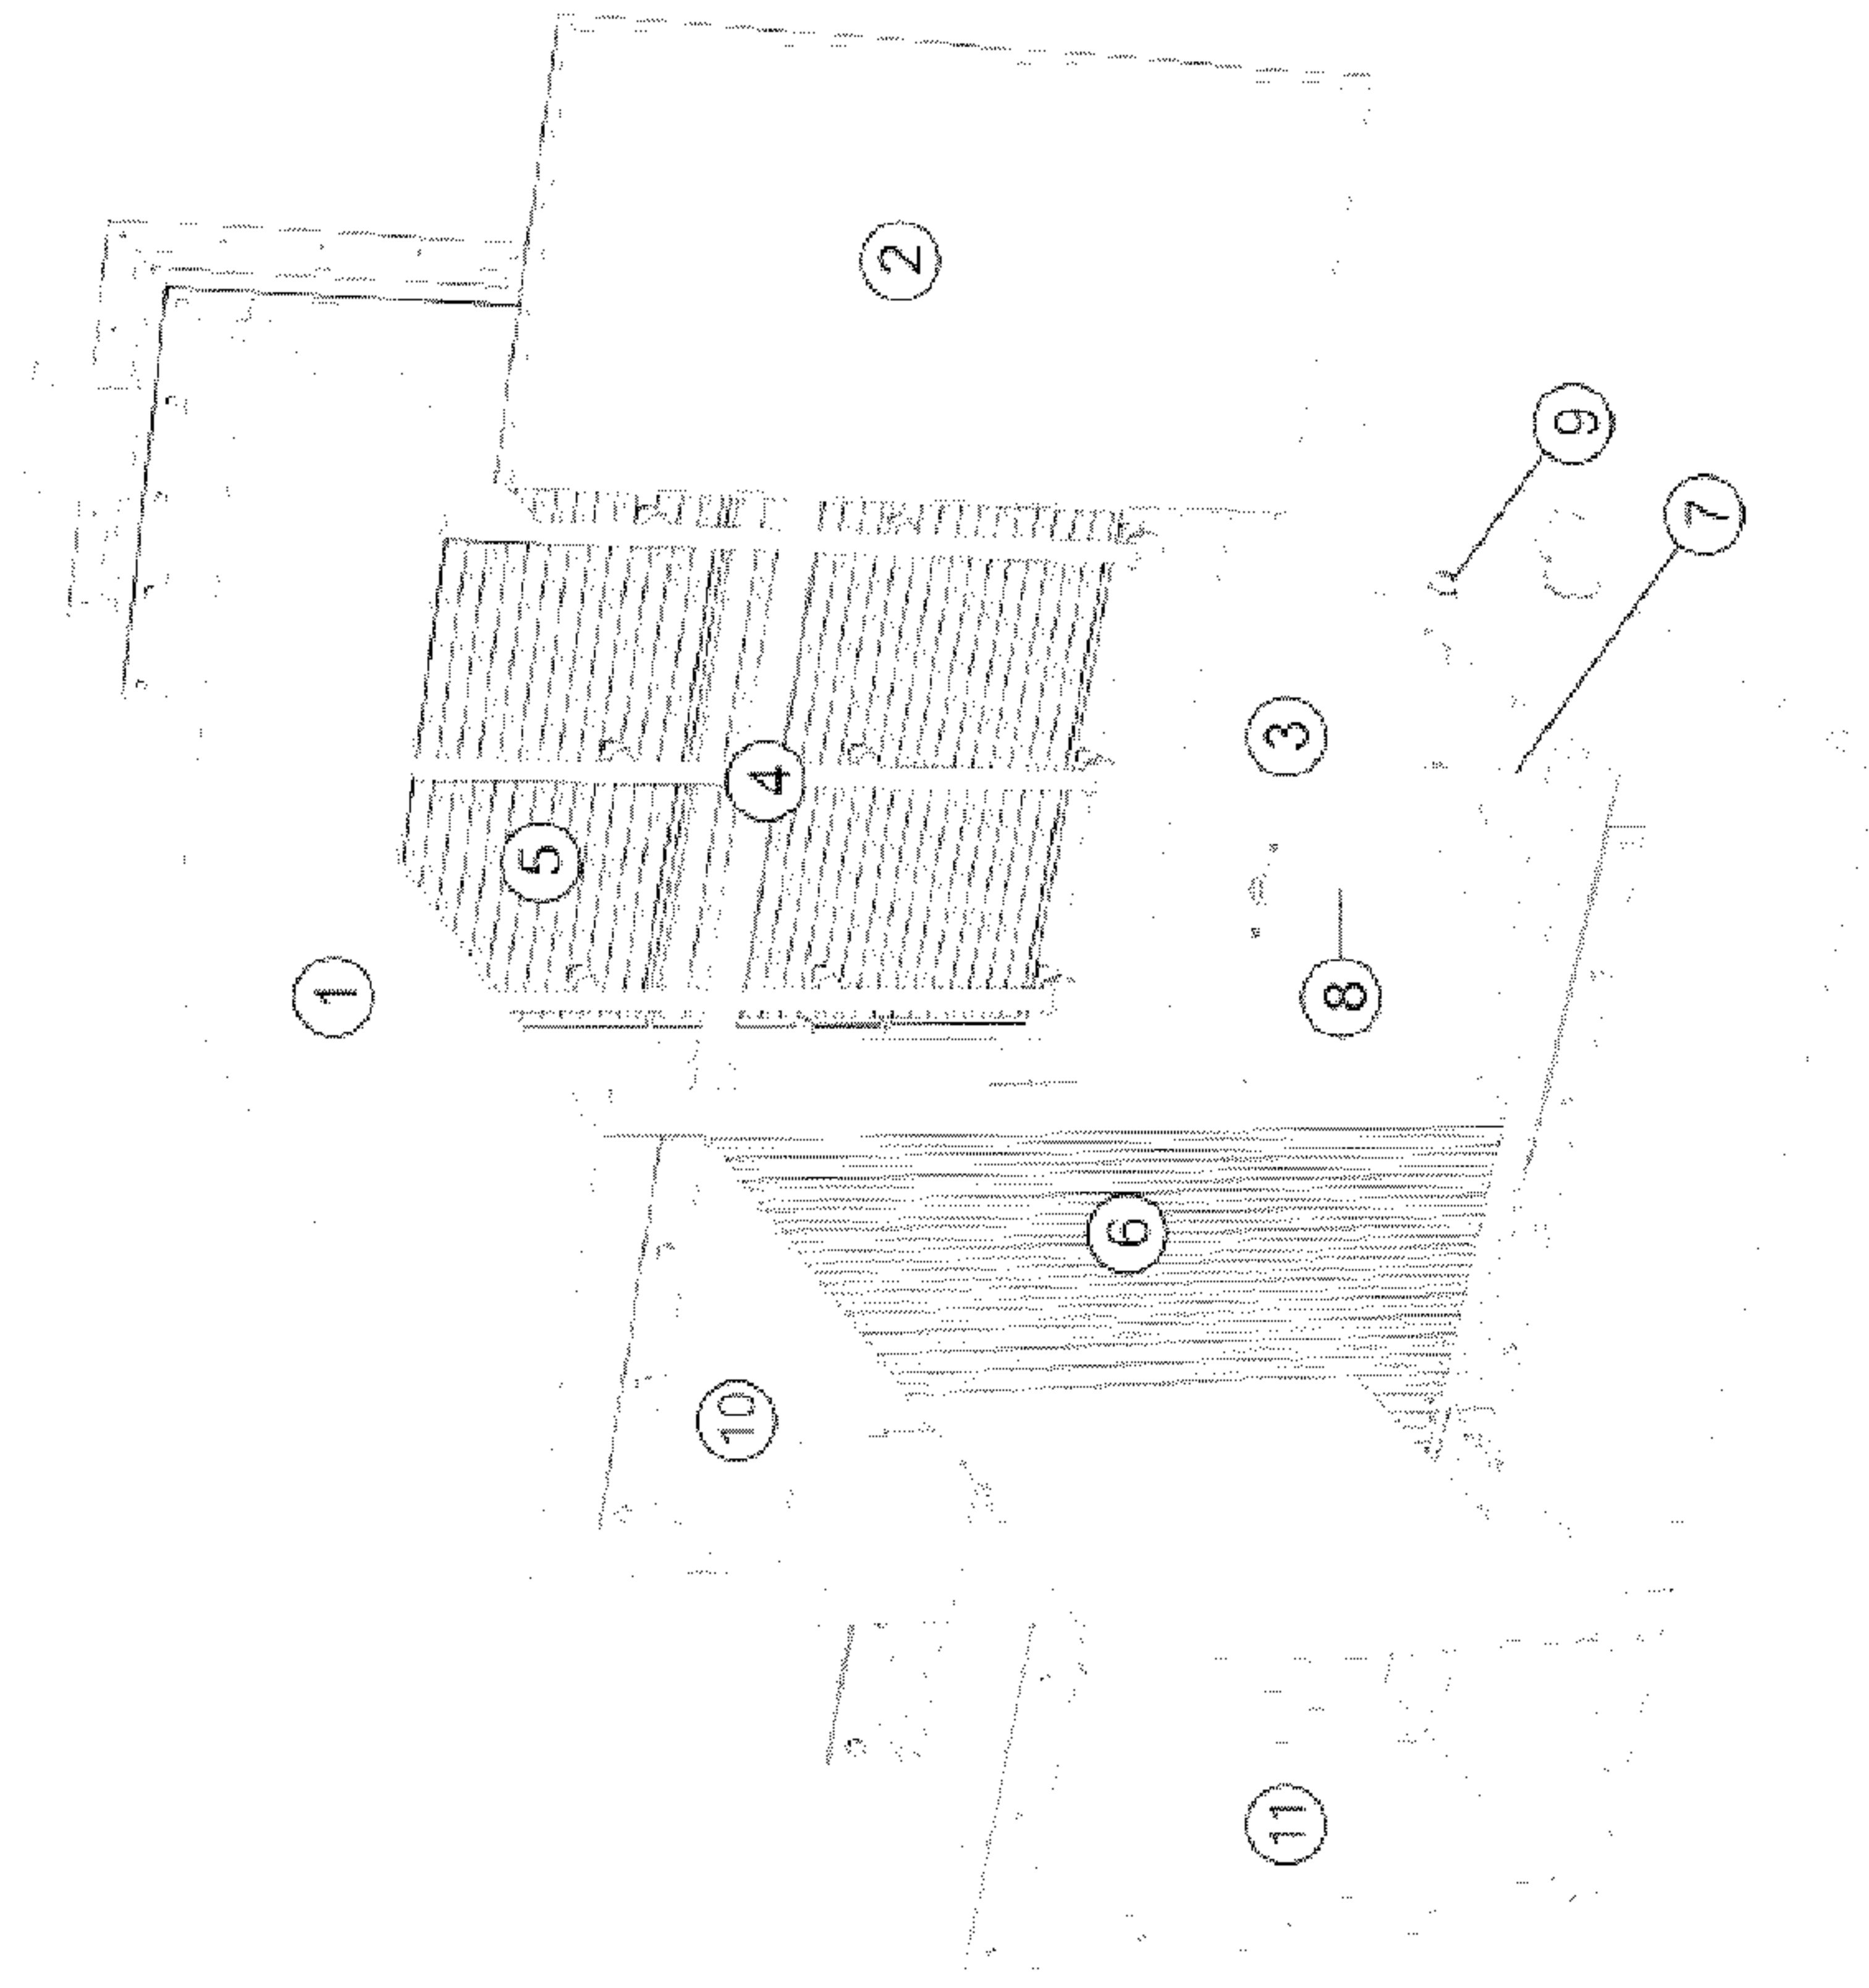

Рис. 3. Устройство гидрофильтра
6. Установите лабиринтные фильтры (поз. 4, рис. 3) в ячейки. По очереди каждый фильтр заносится в камеру и размещается в своей ячейке. Вес каждого лабиринтного фильтра около 25кг.
8. Установите душирующее устройство (поз. 5, рис. 3). Форсунки должны быть направлены навстречу воздушному потоку.
9. Установите сетчатый фильтр (поз. 6, рис. 3).